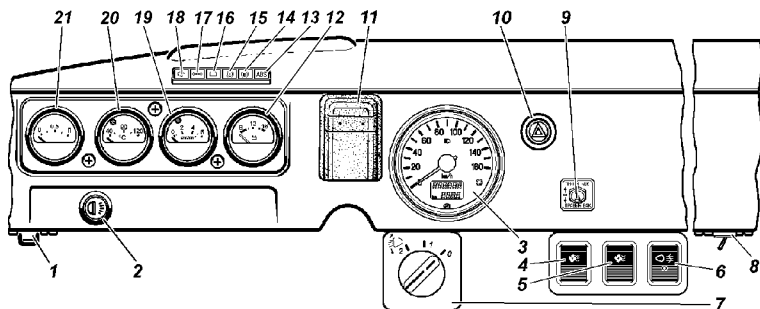

Рис. 3.2. Панель приборов (наименование позиций см. в тексте)
- 1 -панель приборов (см. рис. 3.2);
На панели приборов (рис. 3.2) расположены:
Для вентиляции кабины водителя следует использовать вентиляционный люк в средней части передка, крышку люка и заслонки в патрубках распределителя отопителя, а также поворотные форточки и опускаемые стекла дверей кабины. Для более эффективной вентиляции можно пользоваться вентилятором отопителя кабины, включив выключатель 4 (см. рис. 3.2), но при этом должен быть закрыт краник 15 (рис. 3.8), 16 (рис. 3.9) системы отопления.
В пассажирское (санитарное) помещение кузова свежий воздух поступает через поворотные форточки в боковых окнах, а также через кожух салонного отопителя при включенном выключателе 5 (см. рис. 3.2) вентилятора и отключенном радиаторе краником 15 (рис. 3.8), 16 (рис. 3.9).
Для работы отопителей необходимо с помощью ручки тяги 13 (см. рис. 3.1) или вручную открыть краник 15 (рис. 3.8), 16 (рис. 3.9) системы отопления и, при наличии, выключателем 8 (см. рис. 3.2) включить электродвигатель насоса 16+ (см. рис. 3.8), 2+ (см. рис. 3.9) отопителя.
Включение и выключение электродвигателей вентиляторов отопителей осуществляется выключателями 4 и 5 (см. рис. 3.2).